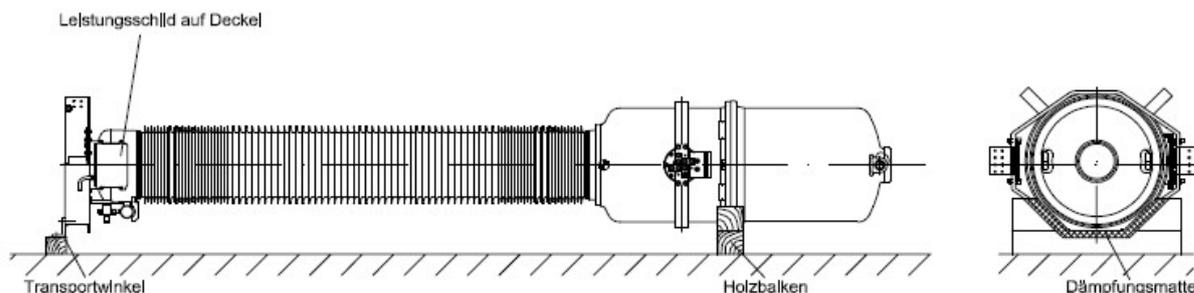

Bild 4: Transportlage des Wandlers
- Der Transport erfolgt liegend. Der Klemmenkasten zeigt nach vorne, das Leistungsschild nach oben und der Dichtewächter nach unten (s. Bild 4).
Im Bereich des Kopfgehäuses sowie am Wandlerfuß wird der Wandler mittels passender Holzkeile abgestützt. Dämpfungsmatten zwischen Wandler und Unterlage bzw. Holzkeilen schützen vor Stößen (s. Bild 4).